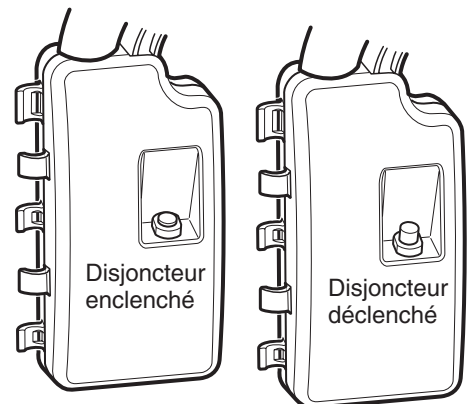

Figure 10 - Bouton du disjoncteur
Ce cultivateur est équipé d'un disjoncteur situé sur le dessus du boîtier du contacteur (voir la figure 10). Le disjoncteur fournit une protection contre les surintensités au moteur du cultivateur dans le cas où les dents se bloqueraient ou seraient coincées par une pierre, racine ou autre obstruction.
- Appuyer sur le bouton de réarmement du disjoncteur afin de l'enfoncer dans le boîtier (voir la figure 10). Le bouton doit rester enfoncé lorsqu'on le lâche. Rebrancher le cordon d'alimentation électrique du cultivateur sur le cordon prolongateur.